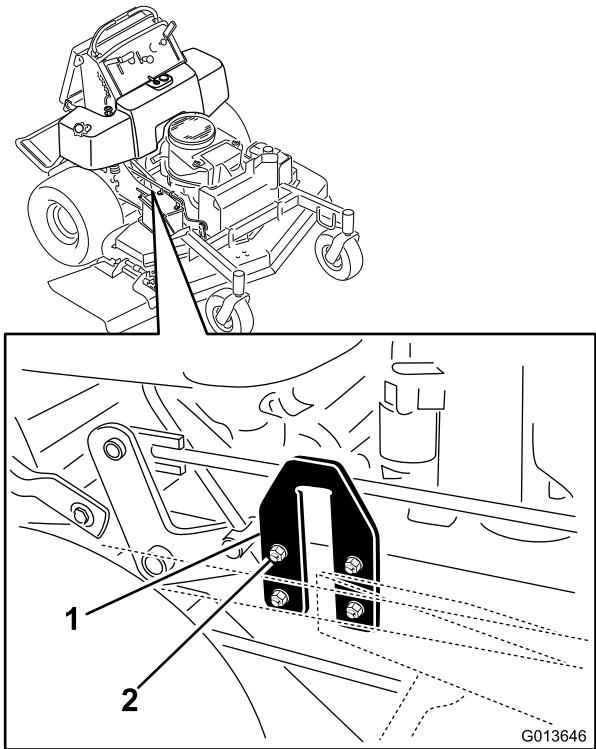

Figure 82
2. Trouvez les plaques en U sur le côté du plancher moteur (Figure 82).
3. Desserrez un côté de la plaque en U et montez ou abaissez la plaque pour réduire la différence entre les valeurs mesurées en **B** et **C** à 6 mm (1/4") maximum (Figure 82).